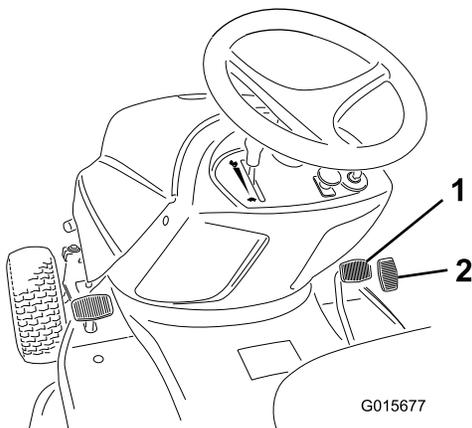

Figura 15
2. Mettete il piede sul pedale di comando della trazione e premete lentamente per spostarvi in avanti (Figura 15).
2. Mettete il piede sul pedale di comando della retromarcia e premete lentamente per spostarvi indietro (Figura 15).